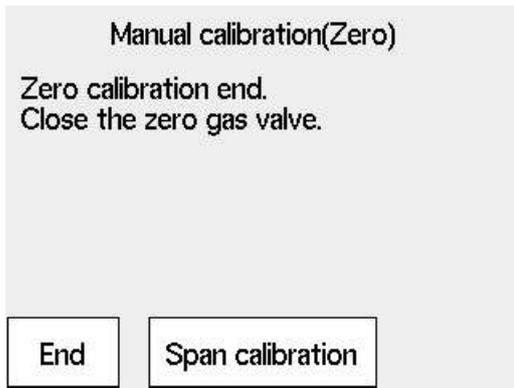

Figura 7.24 Calibração zero concluída
- (9) Depois que o valor medido se estabilizar, pressione a tecla [Enter] para exibir a tela “Zero Calibration Complete” mostrada na Figura 7.24. Neste ponto, o valor medido é corrigido para igualar a concentração do gás zero. Feche a válvula de fluxo de gás zero. A contraporca da válvula deve ser apertada completamente para que o gás zero não vaze.